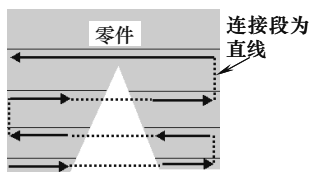

图 4-75 双向刀具路径
3) 双向:如图 4-75 所示,双向刀具路径的连接段是直线刀具路径。